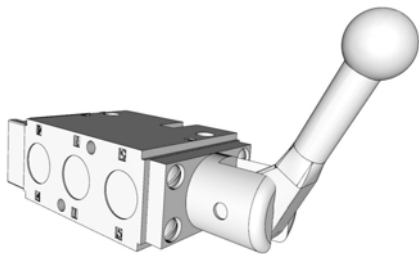

**FIG. 15**
- Position normale : permet une rotation libre de la bobine (FIG. 15).